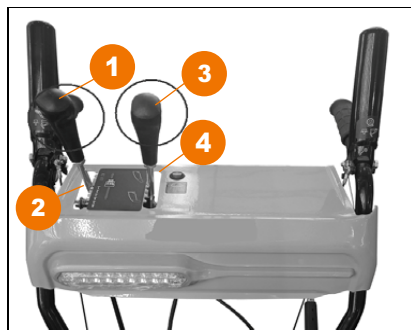

Рис. 5
- Закрепите рукоятку рычага выбора передач (1) к штанге управления передачами (2) (Рис. 5).
- Закрепите рукоятку рычага управления дальностью выброса (3) к рычагу управления выбросом (4) (Рис. 5).